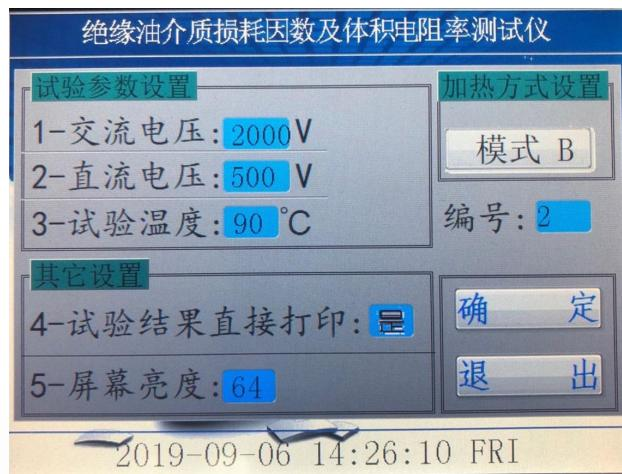
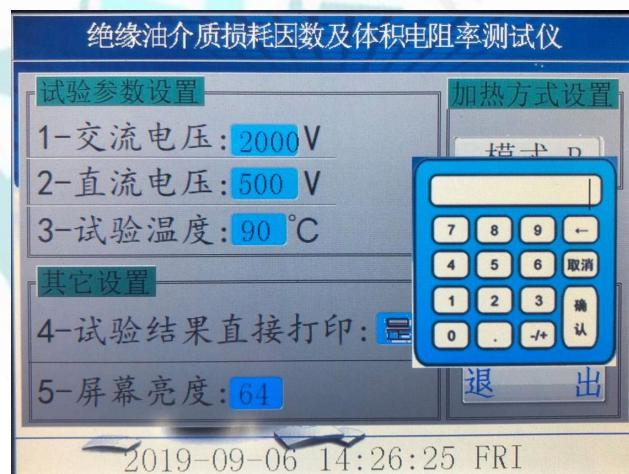

图 4
图 5
4、在图 3 界面下，按试验条件键，设备进入下一级菜单如图 4；图 4 中的加热方式设置分为模式 A 和模式 B。模式 A 为快速加热测试，温度升到 90℃ 后立即测试；模式 B 是精密加热测试，升温到 90℃ 后会持续加热，然后回落到 90℃，让油杯受热更加均匀，测试温度更准确。编号可以对油样进行油样编号，测试结果中更容易查找被测油样。
5、在图 4 界面中，可以分别对试验参数进行设置，图中是设备的默认参数，如需改动，只要点击需要改动的参数，就会自动弹出一个小键盘，如图 5，在小键盘中直接输入需要的参数并点击小键盘上的确认键即可，选择打印的时候只要点击光标处就可以在是和否之间切换。设定好后点击确定即可回到图 3 主界面。